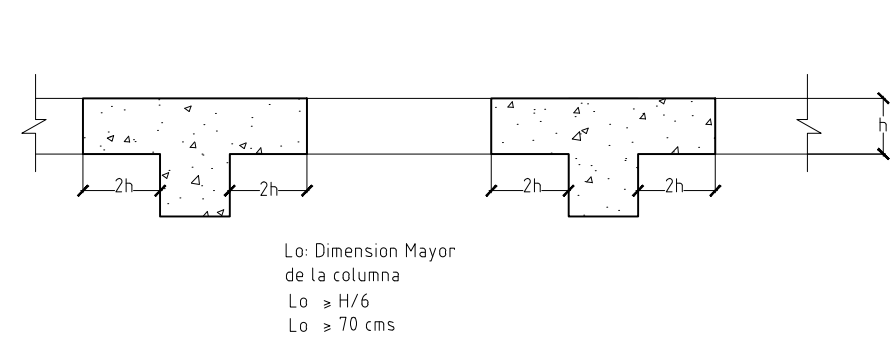

FIGURA 2
- E3.2 NO SE HARAN TRASLAPES DE REFUERZO EN VIGAS Y COLUMNAS EN LAS AREAS SOMBRADAS, COMO SE MUESTRA EN LA FIGURA 2.
- E4.1 EL DETALLE DE REFUERZO LONGITUDINAL EN LOS PLANOS NO PRESENTA LA LOCALIZACION DE TRASLAPES, ES RESPONSABILIDAD DEL CONTRATISTA REALIZAR LOS PLANOS DE TALLER QUE LOCALIZAN DICHS PUNTOS, TENIENDO CUIDADO DE NO REALIZAR TRASLAPES EN LAS AREAS SOMBRADAS DE LA FIGURA 2.
- E5.1 NO SE PERMITIRAN TRASLAPES DE REFUERZO LONGITUDINAL EN LAS AREAS SOMBRADAS DE LA FIGURA 2.